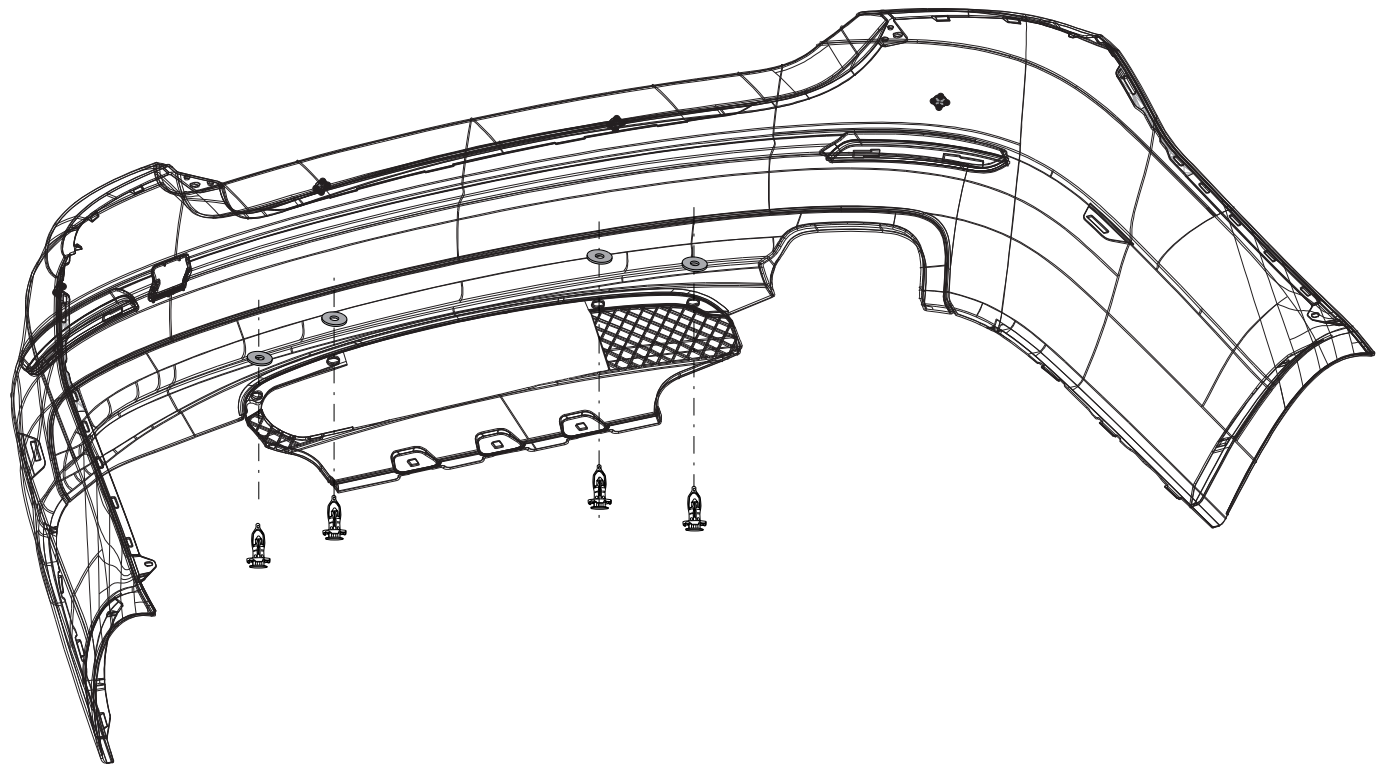

Fig.6
12. Установить пластмассовую закрывающую пластину снизу в середине. См. рисунок 6.